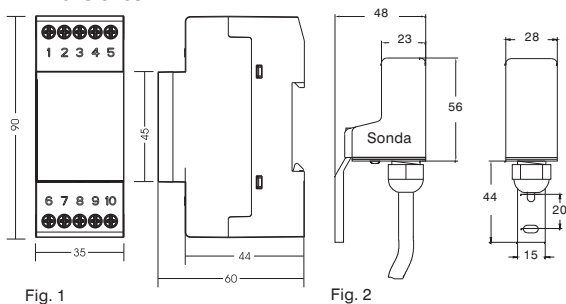

Fig. 4
- parte trasera del cuadro con Kit bajo pedido (fig. 4)